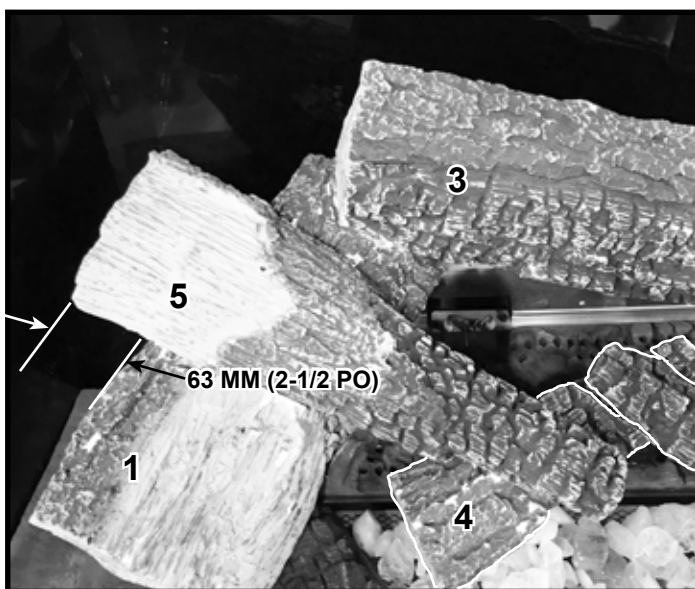

Figure 11 Placez la bûche n° 5 (BÛCHES-8K/BÛCHES-8KX/BÛCHES-8-BIR)
**BÛCHE-8K / BÛCHE-8KX / BÛCHE-8-BIR :** Placez la grande extrémité de la bûche n° 5 sur la zone plate de la bûche n° 1, mise en évidence dans la figure 3.A. L'autre extrémité repose sur la zone plate de la bûche n° 4, comme indiqué dans la figure 7. Environ 63 mm (2-1/2 po) de la bûche n° 5 dépassent le bord de la bûche n° 1, comme le montre la figure 11.